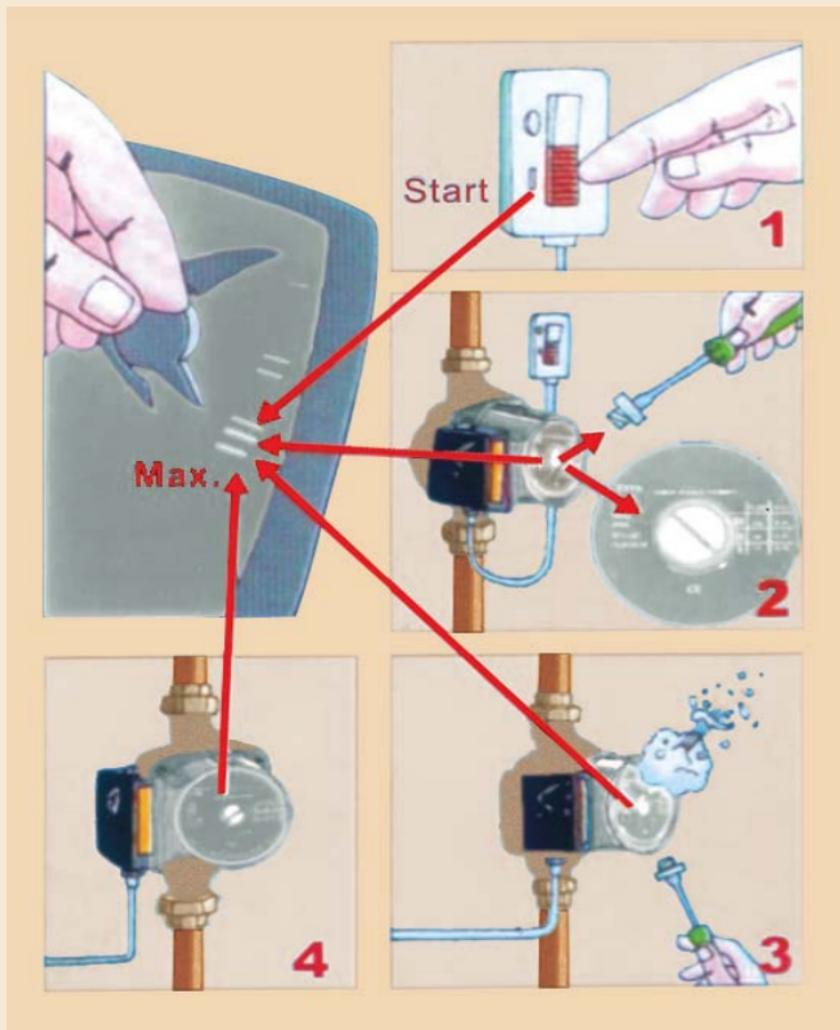

Figura 8 - Procedimento de escorva da motobomba
Após a instalação e antes da motobomba entrar em funcionamento, deve-se eliminar todo o ar existente na tubulação, como mostra a Figura 8.
- 2 - Com a chave "L" de manutenção, retire o parafuso conforme ilustra a Figura 8, "passo 2".